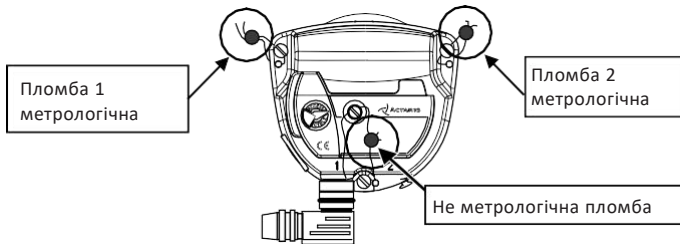

Рисунок 15. Розташування пломб із нанесеними на них клеймом офіційного метрологічного органу
6.1 Перед початком робіт з монтажу лічильника необхідно вивчити цей паспорт лічильника та перевірити наявність метрологічних пломб із нанесеними на них клеймами офіційного метрологічного органу заводу-виробника на відліковому пристрої (див. рис. 15). За відсутності пломб і клейм лічильник до експлуатації не допускається.